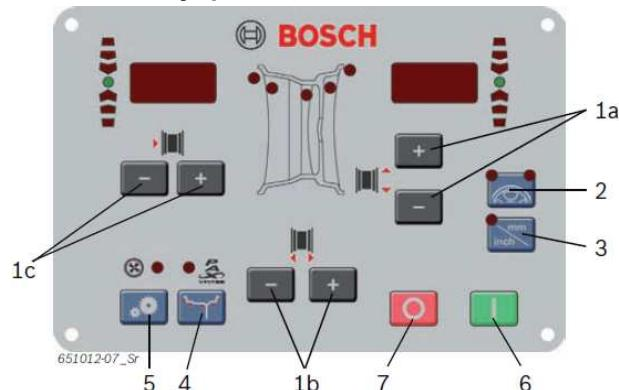

Рис. 6. Кнопки на панели управления / поле индикации (позиции расшифровываются в нижеследующей таблице).
Расстояние между серединами ободов сдвоенных колес не отображается. Однако правильное принятие значения может контролироваться при помощи поз. 1 (рис. 6).
Если электронная регистрация расстояния между серединами ободов сдвоенных колес и диаметра обода невозможна, то данные ободов могут быть введены также вручную (рис. 6, поз. 1).
2. Выберите установленное расстояние между серединами ободов сдвоенных колес при помощи кнопок «–» или «+» для расстояния между серединами ободов сдвоенных колес (рис. 6, поз. 1).
2. Введите имеющееся в наличии количество спиц нажатием кнопок <-> или <+> (рис. 6, поз. 1).